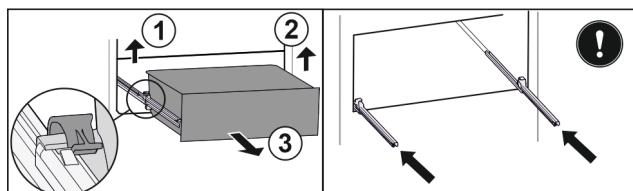

Fig. 39*
- Nadvihnite ľavú svorku a súčasne ťahajte zásuvku vľavo dopredu Fig. 39 (1).*
- Nadvihnite pravú svorku a súčasne ťahajte zásuvku vpravo dopredu Fig. 39 (2).*
- Odoberte zásuvku dopredu Fig. 39 (3).*